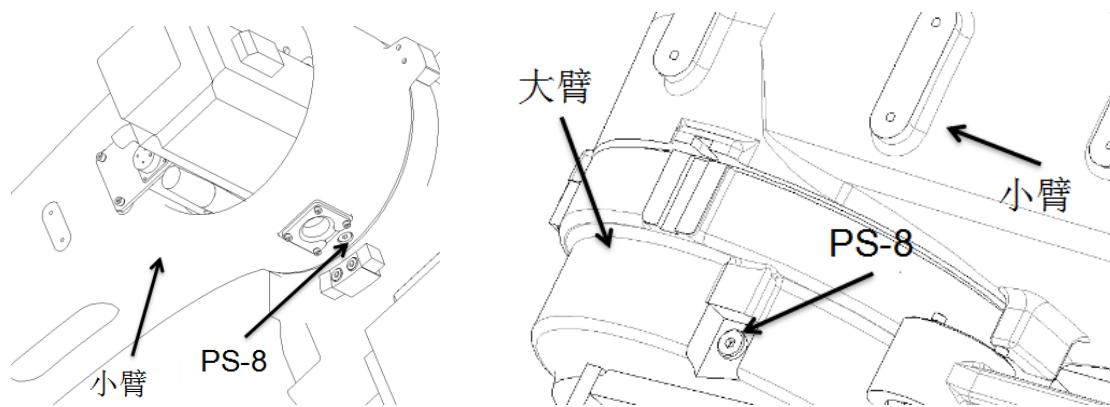

图 13 J3 轴减速机局部结构
(1) 油脂补充步骤 (参考 图 13)
- ④ 安装排油口堵塞前, 运动 J3 轴几分钟, 使多余的油脂从排油口排出;
- ⑤ 用布擦净从排油口排出的多余的油脂, 在排油口安装堵塞。堵塞的螺纹处要缠生胶带并用扳手拧紧。
(2) 油脂更换步骤 (参考 图 13)